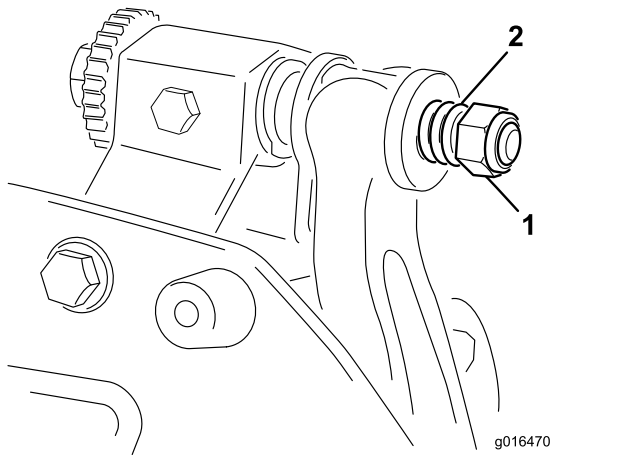

図 23
6. スプリングがつぶれるまでテンションナットを締め、そこから半回転戻す 図 23。